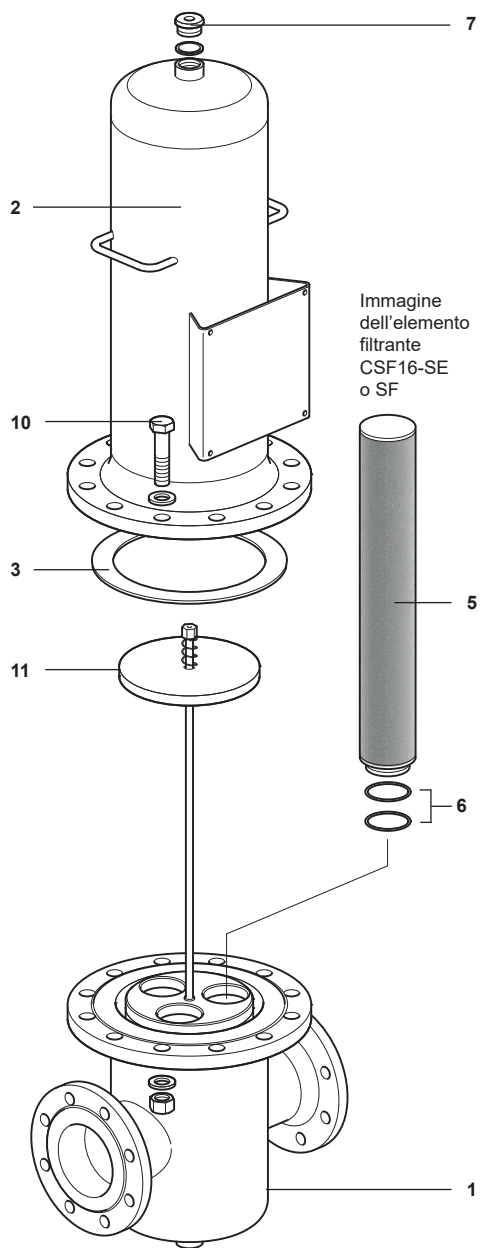

Fig. 8 DN100 e DN150L
2. Servendosi della chiave corretta, svitare l'anello (4) o i bulloni della custodia (10) tenendo unite la testa (2) e la base della custodia del filtro (1). In tal modo, sarà possibile smontare la testa dell'alloggiamento del filtro (2).
3. Lubrificare le tenute degli elementi filtranti (2 unità 6) con un prodotto idoneo all'applicazione prima di montarle sulla base della custodia del filtro (1).
4. L'elemento filtrante (5 se noti che ci sono più elementi per i filtri più grandi) devono essere spinti con delicatezza nella base della custodia del filtro (1).
5. **Quando si montano più elementi**, il gruppo di sostegno del filtro (11) deve essere assemblato e montato come illustrato nella Fig. 8.
6. Verificare che la tenuta della custodia del filtro (3) sia montata.
7. **Per i diametri da DN8 a DN80:** Poi, spingere con cautela l'anello della custodia (4) nella sede della testa del filtro (2), prima di abbassare delicatamente la base della custodia del filtro(1) sull'elemento filtrante e serrare l'anello della custodia (4). L'anello della custodia (4) è stato ideato con una filettatura grossa per minimizzare la possibilità di attrito. In genere non è necessario lubrificare la filettatura. Tuttavia è possibile usare un apposito lubrificante in caso di necessità.
- Per i diametri DN100 e DN150:** Abbassare gentilmente la testa della custodia (2) sugli elementi filtranti e posizionarla sulla base della custodia (1). Serrare i bulloni della custodia alla coppia consigliata - Vedere la Tabella 1.